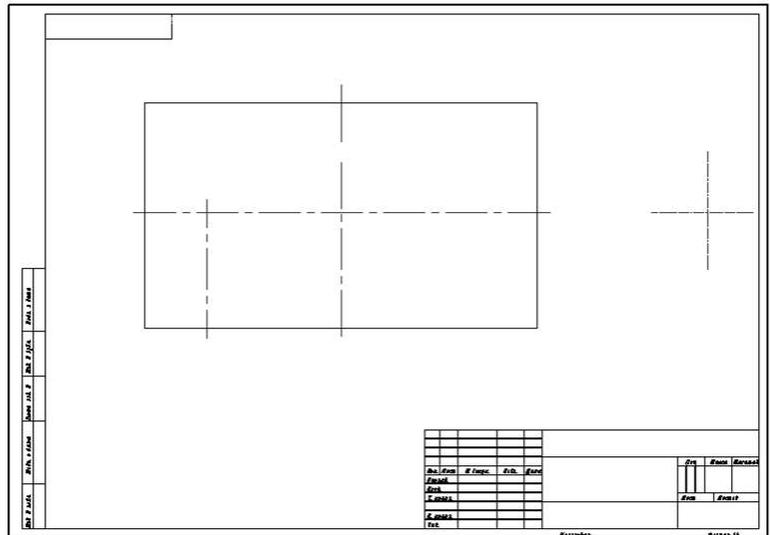

Рис. 25
5. На выбранном формате наносим габаритный прямоугольник главного вида, центровые линии основных поверхностей и сечения (рис. 25).